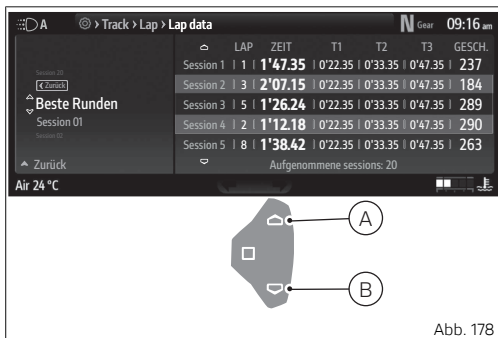

Abb. 178
Beim Öffnen dieser Funktion werden die Angaben „Beste Runden“ und die aufgezeichneten Runden (maximal 20) (Abb. 178 S.230) aufgelistet.
Bei Wahl der Angabe „Beste Runden“ (Abb. 178 S.230) werden die Daten der besten in jeder Sitzung aufgezeichneten Zeit angezeigt, wobei
die Rundennummer mit der entsprechenden Zeit, die Zwischenzeiten T1, T2, T3 und die erreichte Höchstgeschwindigkeit angegeben werden. Mit den Tasten (A) und (B) (Abb. 178 S.230) kann die Liste der besten Runden durchgescrollt werden.